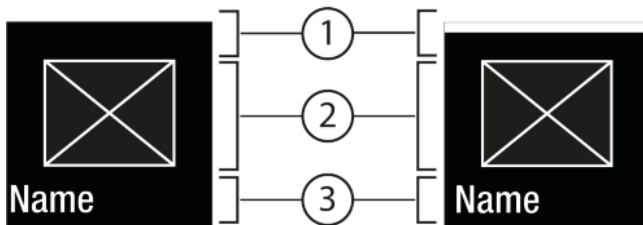
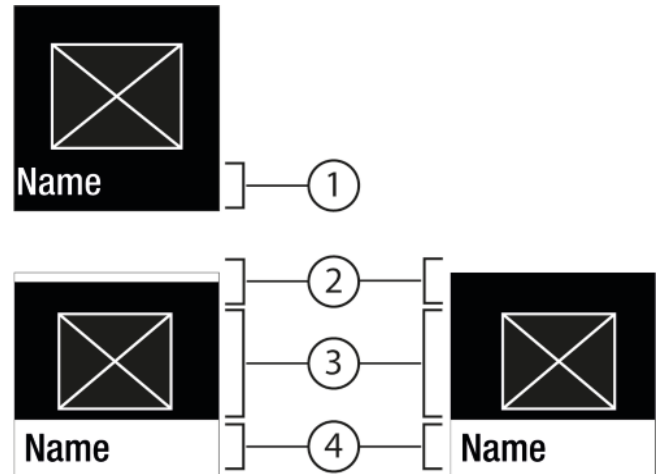

Fig. 6
Fig. 7
- Mit Bestätigen Fig. 5 (2) die Funktion / Einstellung aktivieren Fig. 6 (1) / deaktivieren Fig. 6 (1).
- Mit Bestätigen Fig. 5 (2) das Untermenü Fig. 7 (4) aufrufen.
- Neuen Wert einstellen: Mit Bestätigen Fig. 5 (2) einen deaktivierten Wert Fig. 6 (1) auswählen.
- Zurück ins Menü: Mit Bestätigen Fig. 5 (2) den bereits aktivierten Wert Fig. 6 (2) auswählen.
- ▷ Status: aktiviert *Fig. 6 (1)* erscheint kurz im Untermenü *Fig. 7 (4)*.